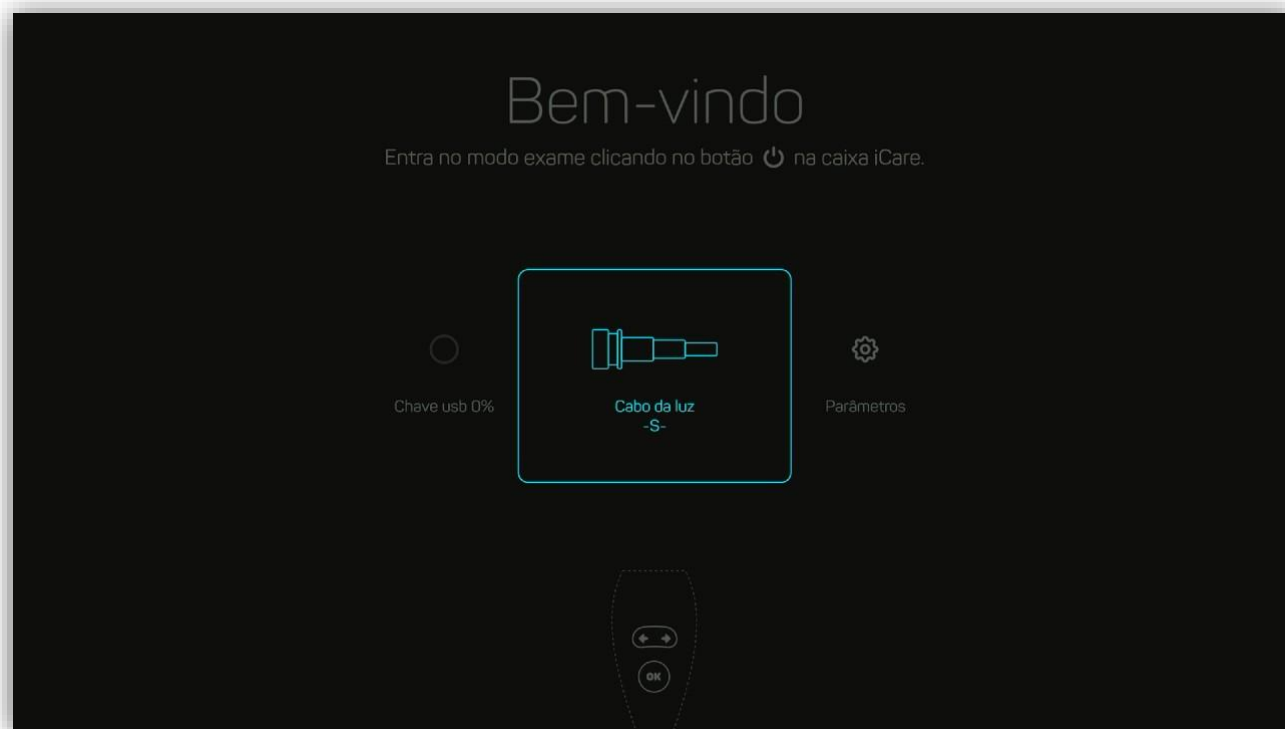

Figura 6 - Ecrã de boas-vindas
- O ecrã de boas-vindas aparece no monitor (ver Figura 6).
- Pressione [22] ou [23] para mover o cursor de seleção (consulte Figura 6).
Quando estiver no menu de boas-vindas, o tipo de cabo de luz definido é apresentado no ecrã (consulte Figura 6).